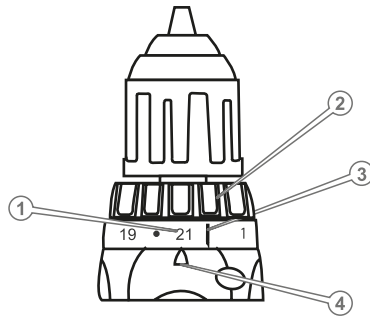

Рисунок 3. Схема встановлення ступеня крутного моменту.
2. Кільцем-регулятором муфти (2, рис. 3) необхідний режим роботи:
3. Для режимів звичайного закручування/відкручування метизів встановити необхідний крутний момент кільцем-регулятором (1, рис. 3) згідно з індексами муфти. Крутний момент визначається експериментально й має відповідати діаметру метиза та міцності матеріалу, у який він вкручується. Якщо прикласти занадто великий момент, головка шурупа може бути пошкоджена. На виробі ступінь крутного моменту позначена цифрами. Значення крутного моменту, що відповідає положенню цифри «1», є мінімальним і навпаки (рис. 3). Провертати кільце регулювання крутного моменту у вибраному напрямку до поєднання трикутної мітки (4, рис. 3) на верхній поверхні корпусу з одним із цифрових символів кільця (або з однією з міток градування). Перед початком роботи закрутити пробний шуруп для вибору крутного моменту, необхідного для цього матеріалу та розміру шурупів.